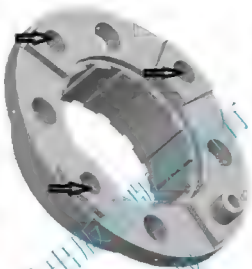
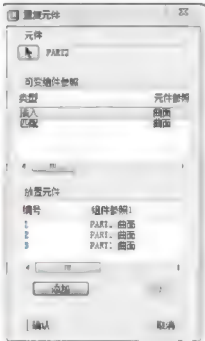

图 9.26 内壁选取
图 9.27 曲面信息
- 步骤4：依次单击图9.26中箭头所指的3个孔内壁，则在【放置元件】列表框中显示所选的参照信息，如图9.27所示。